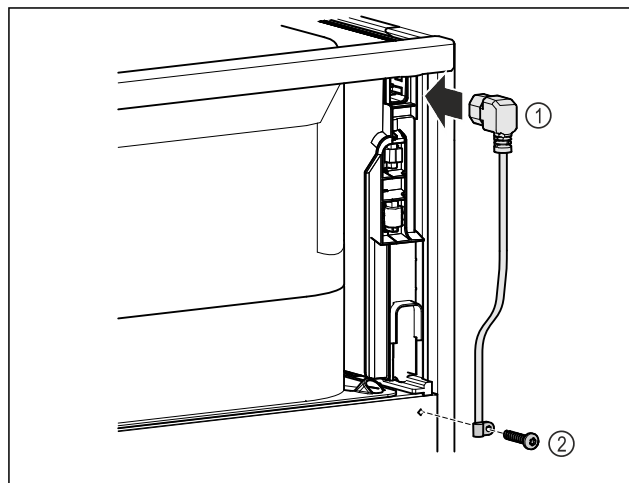

Fig. 11
► Kaltgerätebuchse der Netzanschlussleitung Fig. 11 (1) auf der Rückseite des Geräts einstecken.
► Zugentlastung montieren. Fig. 11 (2)